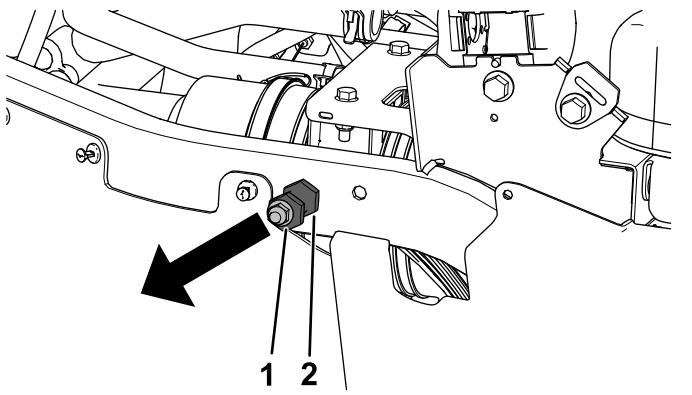

Figure 11
- Retirez le contre-écrou ($\frac{3}{8}$ po) et la goupille de verrouillage des tubes arrière droit et gauche du cadre (Figure 11).